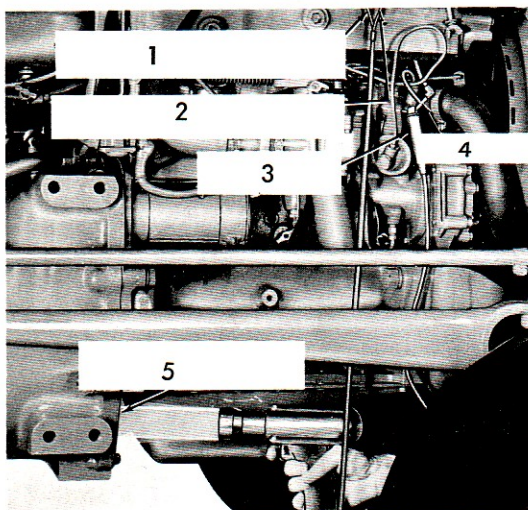

Fig. 60.
1. Débrancher à la tête de distribution le fil de bougie No.1. Brancher une prise stroboscopique (similaire à câble montrée Fig. 60), dans la tête de distribution et sur le fil de bougie. Brancher le fil secondaire (haute tension) du stroboscope sur la prise stroboscopique.
de volant (Voir Fig. 60). Le calage devra être conforme à la valeur donnée dans les caractéristiques, page 69.